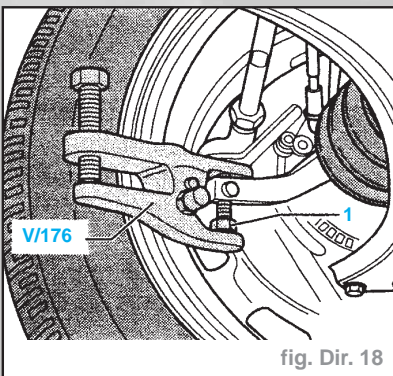

fig. Dir. 18
- Extraire la barre de direction du levier de direction (fig. Dir. 18).